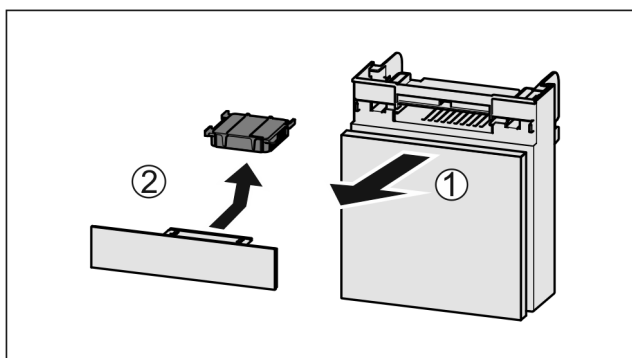

Fig. 157
- ▶ Trekk ut Fig. 157 (1) hyllen fremover.
- ▶ Ta ut Fig. 157 (2) aktivkullfilteret.